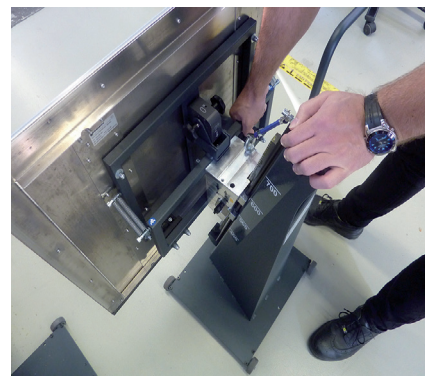

Abb. 8: Ergonomische Höhenverstellung
2. Vertikaleinstellung auf Aufwärts stellen (nach rechts drehen), siehe auch Abb.8.